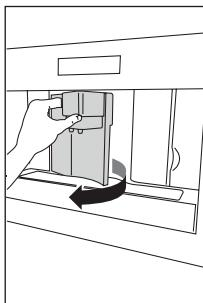
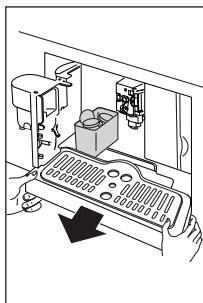

Fig. 23
Fig. 24
- Deschideți ușa de serviciu din partea frontală a aparatului (Fig. 23), scoateți tăvița de scurgere (Fig. 24) și curătați-o.